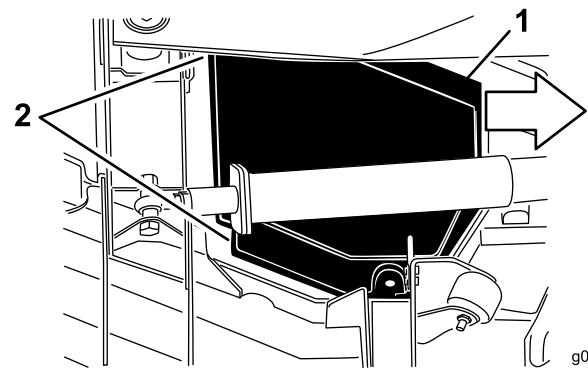

Bild 78
5. Schieben Sie die Abdeckung beim Anheben ungefähr 2,5 cm zur Zugmaschine, um die äußere Abdeckungskante vom Mähwerk auszuhaken (Bild 78).